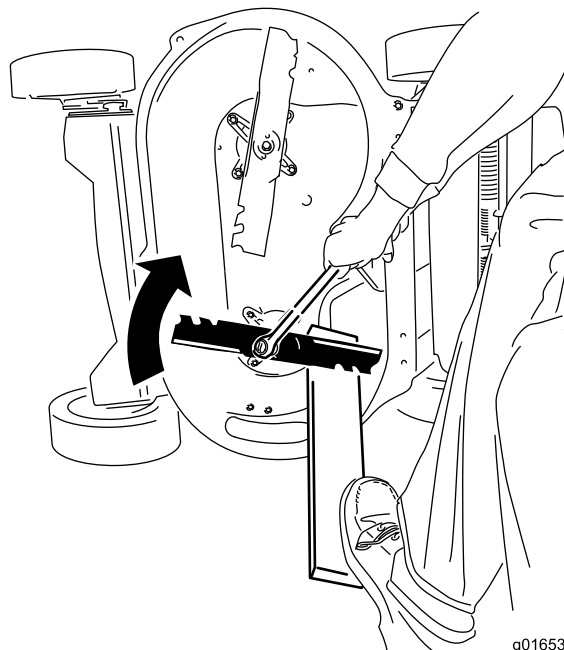

Figure 45
2. Immobilisez chaque lame à l'aide d'une planche et tournez le boulon de lame dans le sens horaire au moyen d'une clé dynamométrique comme montré à la Figure 45 ; serrez chaque boulon de lame à 82 Nm.